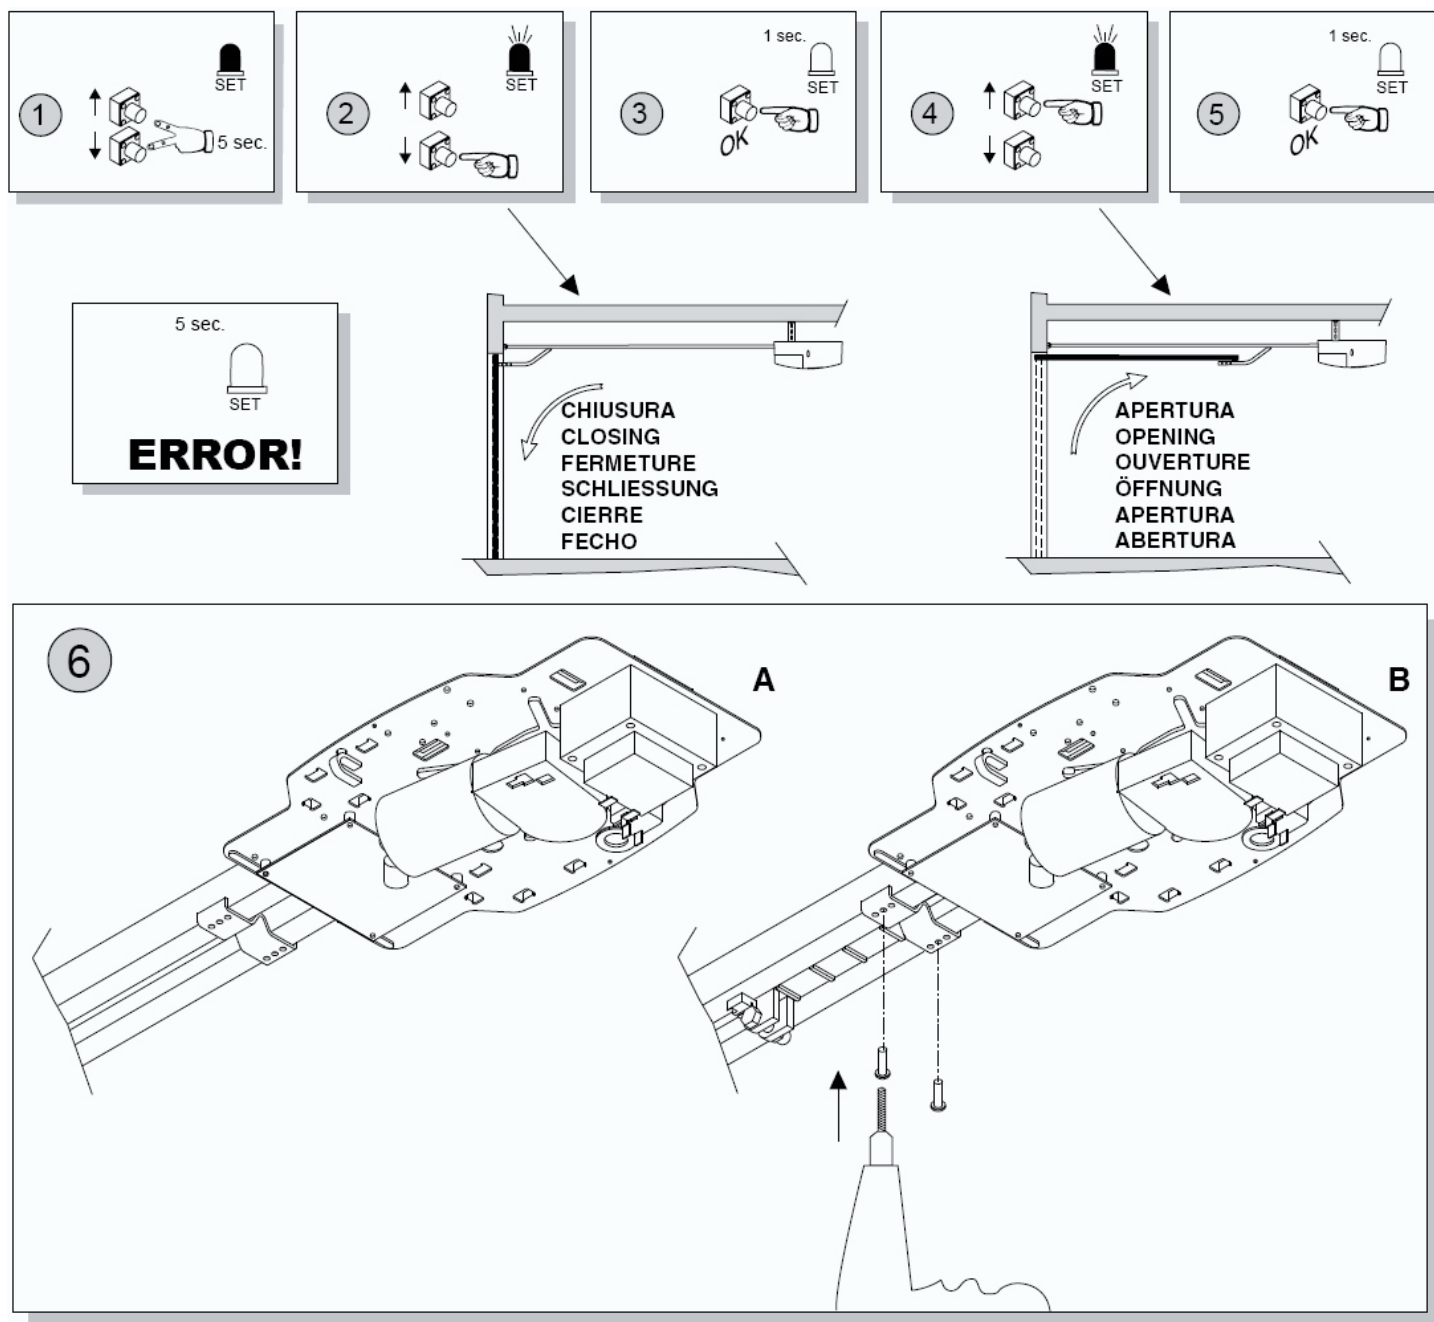

рис. 20
8. Регулировка концевиков (рис.20)
6) Расположите правильно «блокировку каретки» на каретке (рис.20 поз. 6А-В).